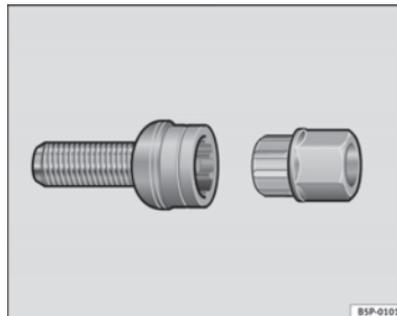

Fig. 131 Parafuso anti-roubo da roda
- Colocar totalmente o adaptador no parafuso anti-roubo da roda ⇒ fig. 131.